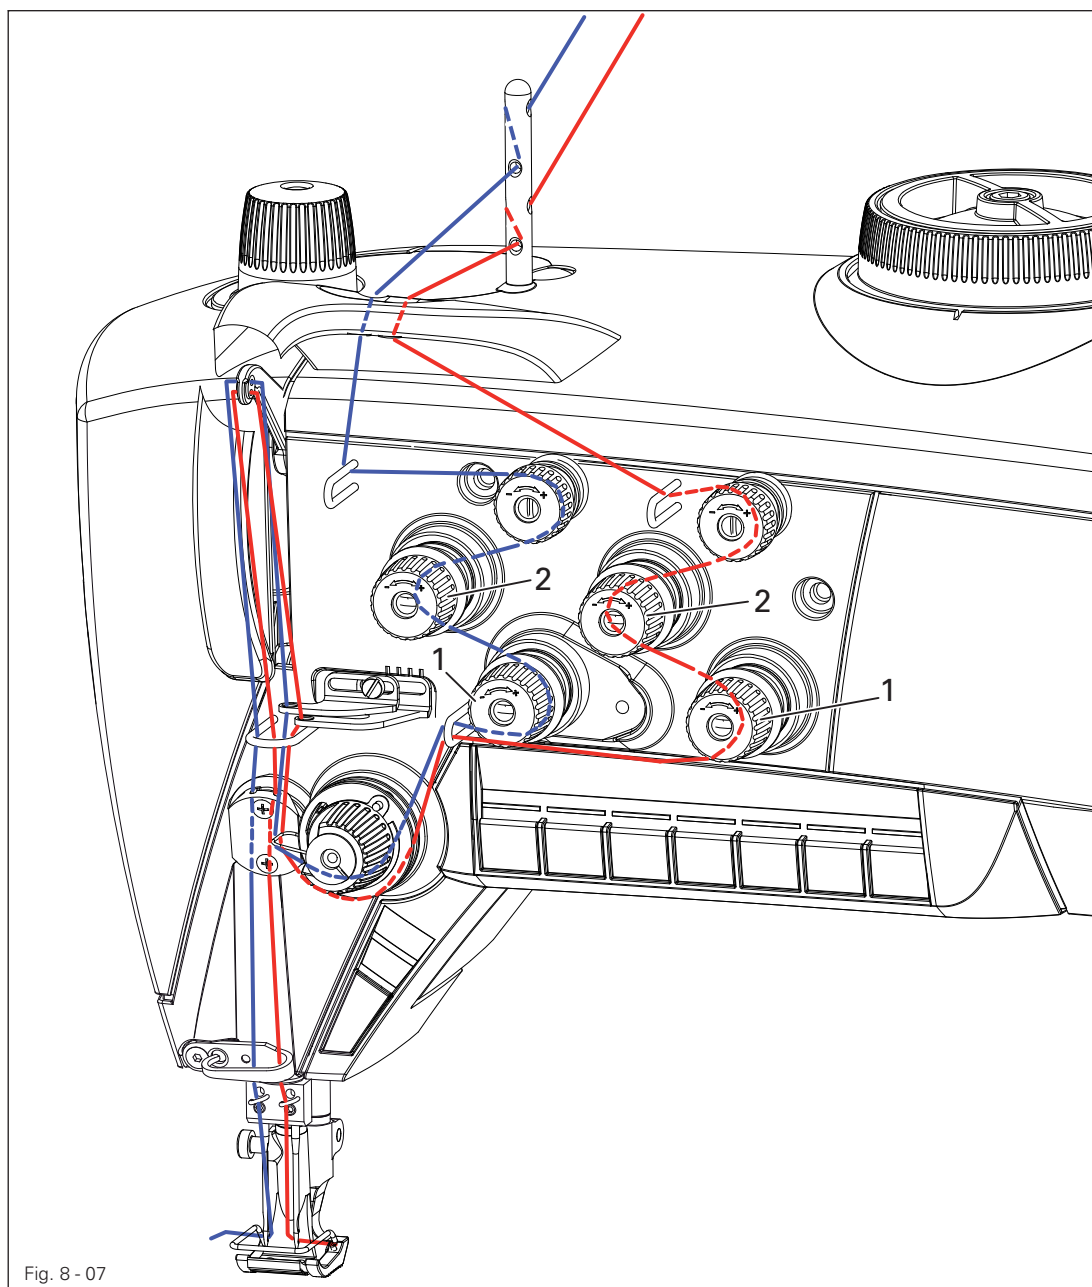

Fig. 8 - 07
- Enhebre el hilo superior conforme a la Fig. 8 - 07